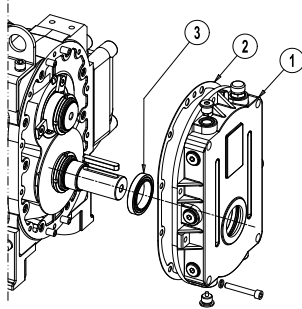

Рис. 6.2
- Смотри Рис. 6.2.
- Выкрутите заглушку из отверстия для слива масла (SO) и опорожните передний бак.
- Замените уплотнительное кольцо (3). (Нанесите на кромку уплотнения консистентную смазку 220°C NLGI 2, устойчивую к воздействию высоких температур).
- Замените прокладку (2) и верните переднюю крышку на место. Не повредите уплотнительную кромку и не переверните ее при переустановке.
- Долейте масло до соответствующего уровня, проверив через смотровое отверстие для уровня масла (L). Прочтите раздел 4.4 “Монтаж насоса”.